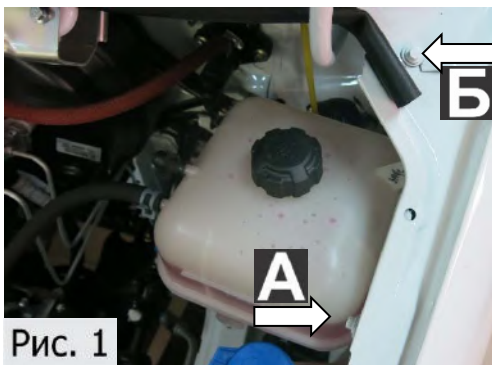

Рис. 1
1. Открутить штатные болты **А, Б** крепления крыла торцевой головкой №8 (рис.1).